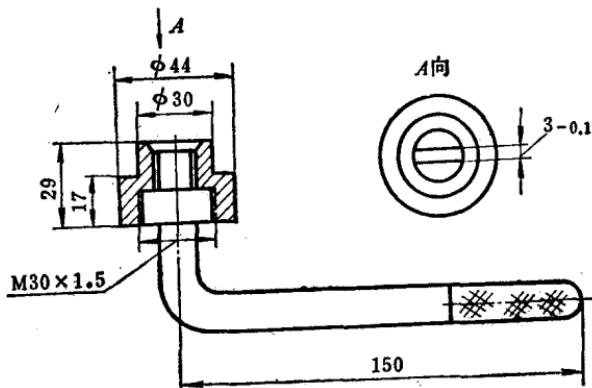

图2-1 滑片转子专用扳手
3. 用专用扭力扳手（图2-1）旋出滑片转子（装配时的施紧扭力矩应为2.5~3公斤·米）。